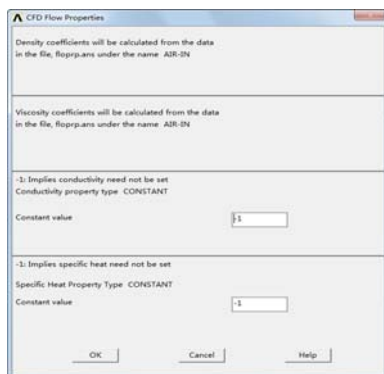

图 5-58 “CFD Flow Properties”对话框
②在“Density”和“Viscosity”下拉列表中选择“AIR-IN”选项，单击“OK”按钮，会弹出“CFD Flow Properties”对话框，如图 5-58 所示。单击“OK”按钮接受默认设置，关闭“CFD Flow Properties”对话框。